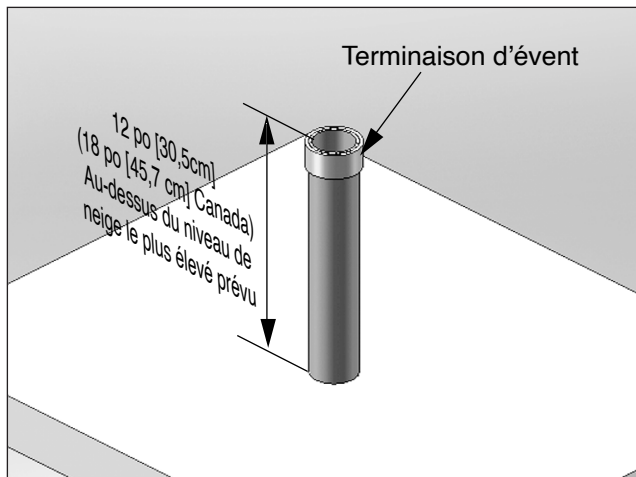

Fig. 15 - Catégorie - IV - Terminaison verticale du tuyau d'évent
3. La tuyauterie de ventilation doit être terminée à la verticale avec un raccord qui accepte une grille aviaire, et elle doit être située de 12 po [30,5 cm] (18 po [45,7 cm] au Canada) au-dessus du niveau de neige prévu le plus élevé, comme illustré **Fig. 15 en page 24 ci-dessous**.
3. Localisez la pénétration du tuyau d'évent de manière à créer les dégagements décrits à la *Fig. 15 en page 24*.
3. La tuyauterie d'évent doit se terminer à la verticale avec un raccord, comme illustré à la *Fig. 15 en page 24*.
**N'allongez pas le tuyau d'évent au-dessus du toit, au-delà des dimensions illustrées à la *Fig. 15 en page 24*. L'exposition prolongée du tuyau d'évent pourrait causer le gel du condensat et bloquer le tuyau d'évent, entraînant des dommages matériels substantiels, des blessures graves ou la mort.**